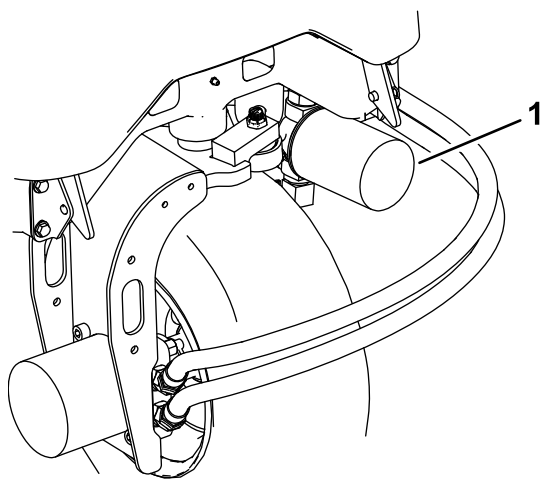

图 64
- 清洁滤芯安装区周围的区域在滤芯下面放置一个放油盘然后拆下滤芯 图 64。
2. 断开液压管线与油箱的连接或卸掉液压油滤芯让液压油流入放油盘图 64和图 65。